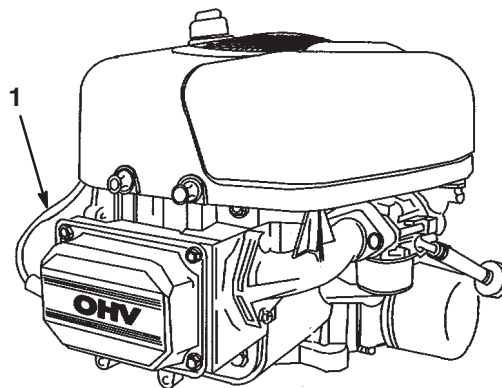

Figure 25
4. Débranchez la bougie (Fig. 25).
- Branchez la bougie (Fig. 25).